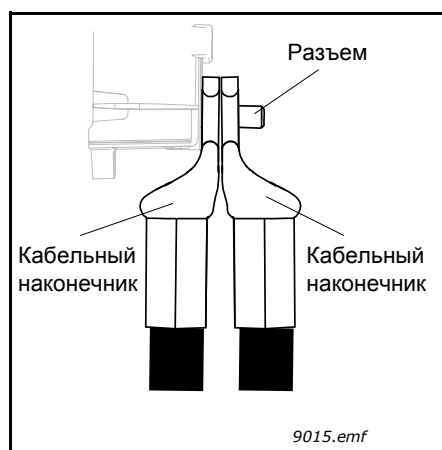

Рис. 46. Расположение кабельных наконечников друг над другом
- **ПРИМЕЧАНИЕ.** Если в одном разъеме используется несколько кабелей, следите за тем, чтобы кабельные наконечники располагались друг над другом. См. Рис. 46 ниже.